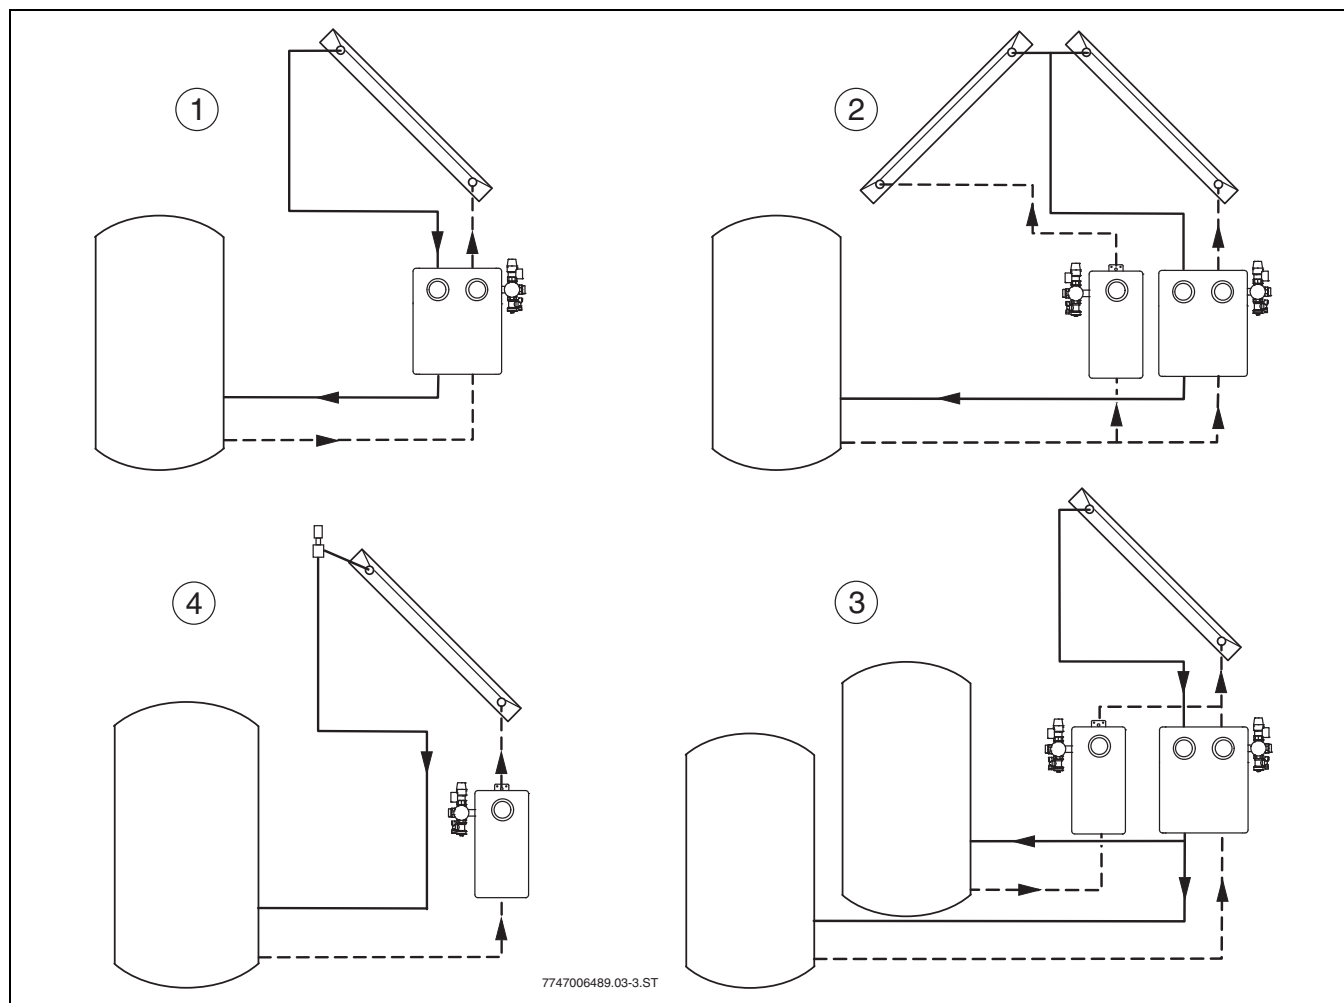

Рис. 4 Различные гидравлические схемы
- Устанавливайте насосные станции только вертикально (→ рис. 4) и только в помещениях.